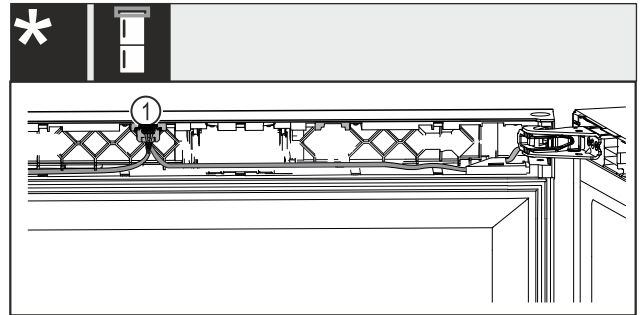

Fig. 39 Wein-Gefrier-Kombinationen
- ▶ Stecker Fig. 39 (1) in die Führung einrasten.